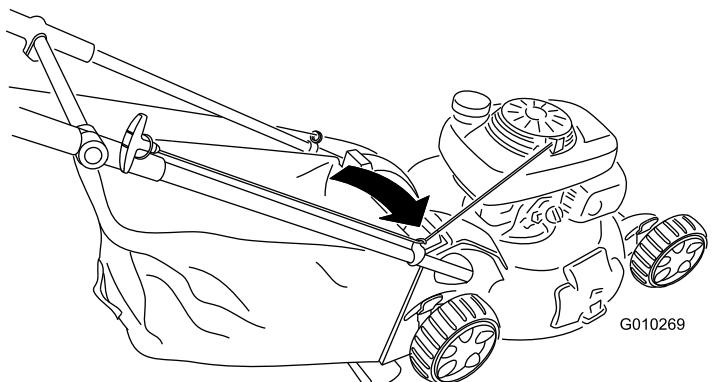

Bild 29
- Verlegen Sie das Starterkabel um die untere Kabelführung (Bild 29).